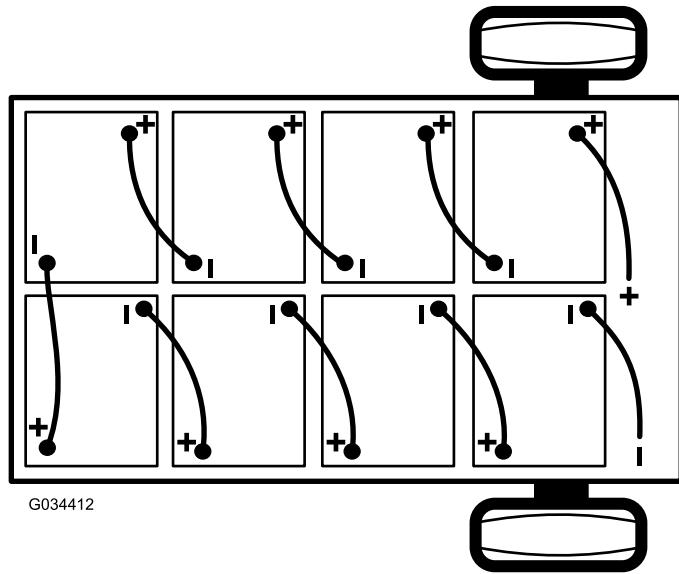

Рисунок 41
2. Отсоедините главный отрицательный кабель аккумулятора (черный), который соединяет блок аккумуляторов с точкой заземления автомобиля (Рисунок 41).
3. Отсоедините главный положительный кабель аккумулятора (красный), который соединяет блок аккумуляторов с главным контактором автомобиля (Рисунок 41).
Примечание: При установке аккумуляторов обращайте внимание на их полярность (Рисунок 41).
6. Соедините аккумуляторы между собой, как показано на Рисунок 41, с помощью промежуточных соединительных кабелей, снятых при выполнении пункта 1.
2. Подсоедините главный положительный кабель аккумулятора (красный) между блоком аккумуляторов и автомобилем (Рисунок 41).
3. Подсоедините главный отрицательный кабель аккумулятора (черный) между блоком аккумуляторов и автомобилем (Рисунок 41).